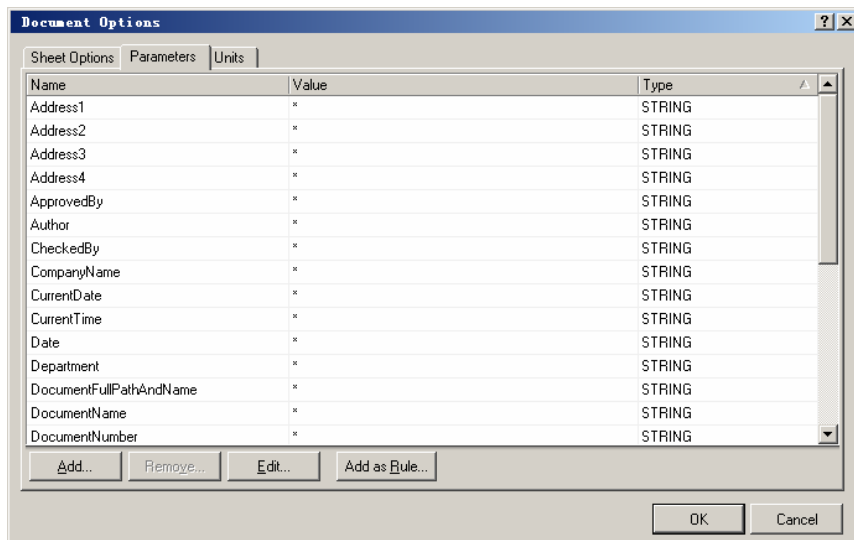

图 2.62 “Parameters”选项卡
(10) 选择“Design”->“Document Options”命令, 打开“Document Options”对话框, 单击“Parameters”选项卡标题, 打开如图 2.62 所示的“Parameters”选项卡。